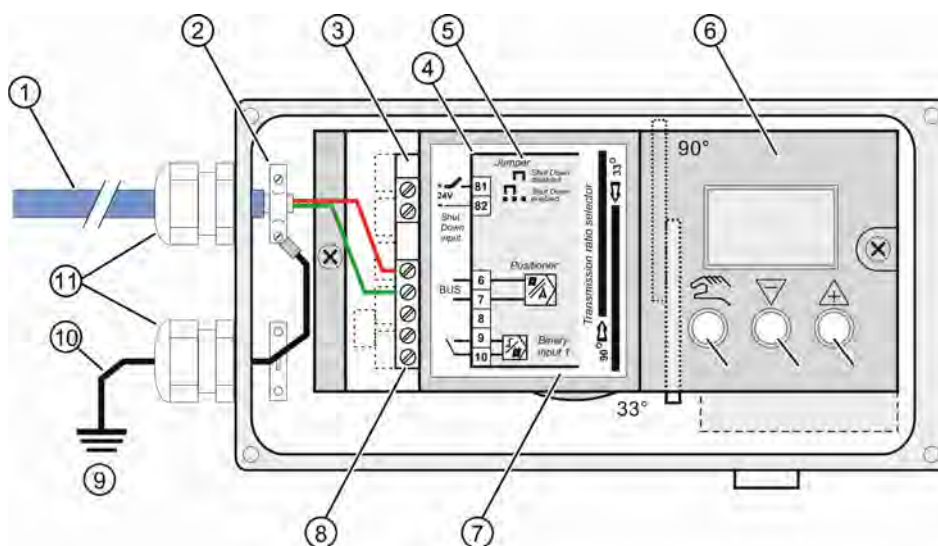

Abb. 27: Anschluss des Buskabels
6. Schließen Sie die rote und grüne Ader gemäß Abbildung 27 an die Klemme 6 und 7 der Grundleiterplatte an (die Polarität spielt dabei keine Rolle).